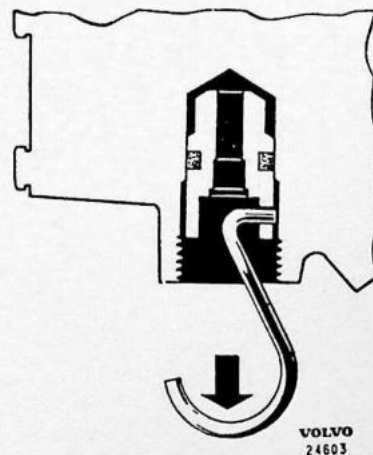

Fig. 4-57. Demontage van de klepzitting van het overdrukventiel
2. Verwijder de stop en neem de veer (11) en de plunjer (12) eruit. Trek de klepzitting (10) eruit met behulp van een kleine haak; zie Fig. 4-57.